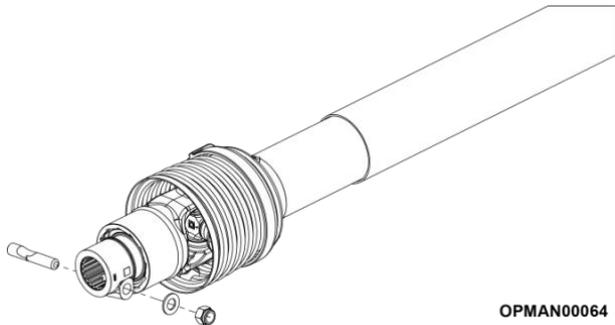

Abbildung 4.12 – Kegelstift entfernen
- 4.5.1.8 Um die Eingangswelle dann vollständig auszubauen, entfernen Sie den Kegelstift, die Unterlegscheibe und die Mutter auf der Maschinenseite, siehe Abbildung 4.12.